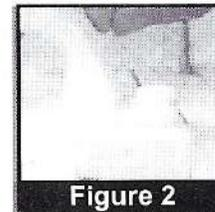

Figure 2
2. Coloque el carrete metálico en la devanadera de carrete, asegurándose de insertarlo en la ranura. (Figure 2) (Nota: Es importante utilizar carretes metálicos sólo. El caso del carrete es imantado y es activado con metal.)